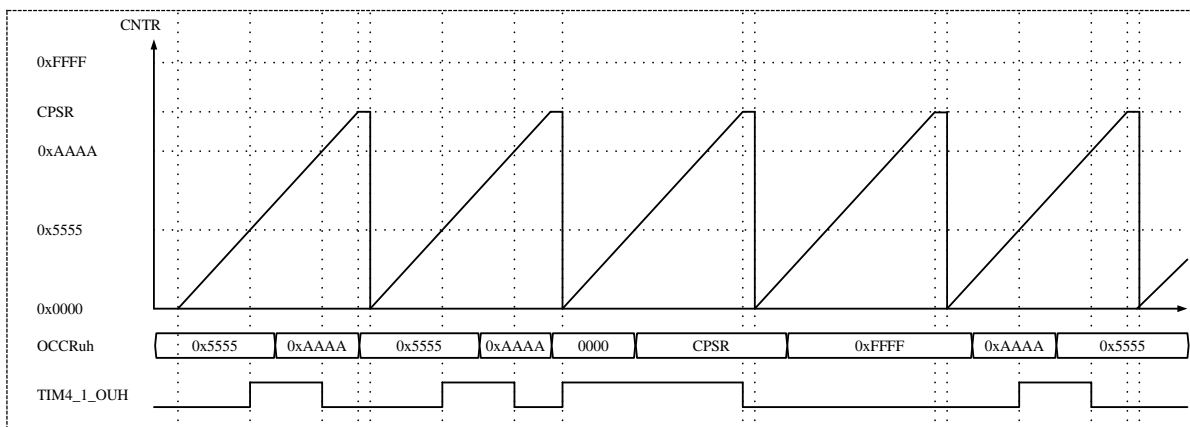

图 17-6 锯齿波模式波形输出例
- 1) 下图 17-6 是锯齿波计数模式下的比较输出模块的波形输出示例。